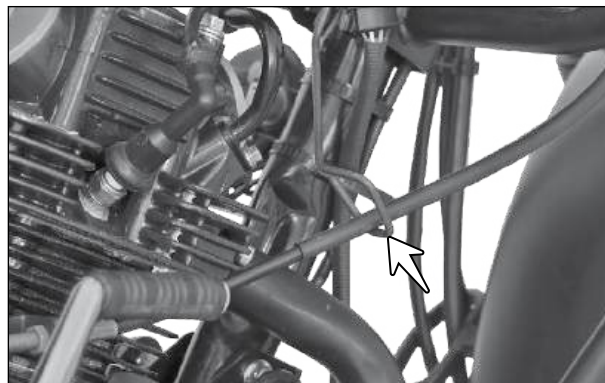

Fig. 6.95
- Retire o cabo da embreagem da guia (seta) e da coluna de direção. (Fig. 6.95)